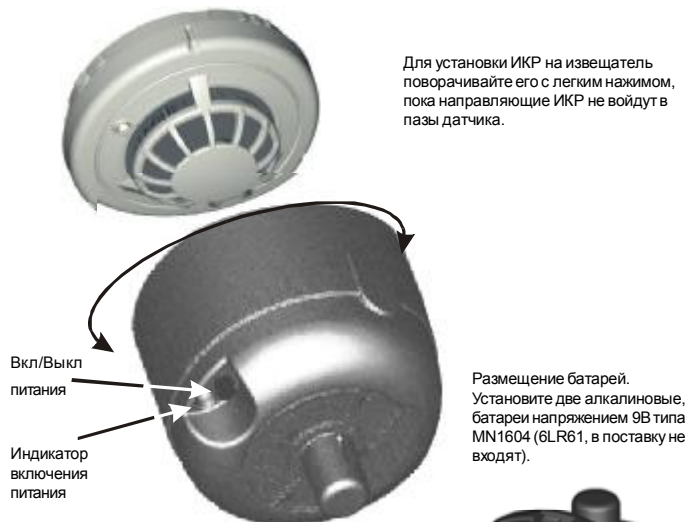

Рис. 3.
- Связь с передачей информации через инфракрасный ретранслятор ИКР (рис. 3), использование которого с телескопической штангой ХР-3 позволяет перепрограммировать и тестировать извещатели, установленные на высоте от 4,5 м.